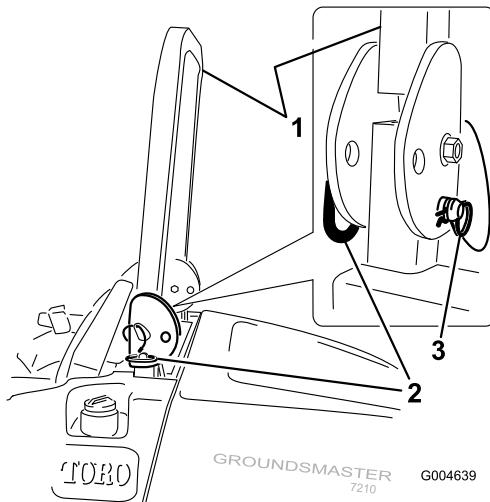

Bild 11
- Nehmen Sie zum Absenken des Überrollbügels die Splints ab, drücken Sie den Überrollbügel nach vorne gegen die Federn und nehmen Sie die beiden Stifte ab (Bild 11).
- Setzen Sie die zwei Stifte ein und befestigen Sie diese mit den zwei Splints (Bild 11).
- Nehmen Sie zum Aufrichten des Überrollbügels die Splints ab und entfernen Sie die beiden Stifte (Bild 11).
- Richten Sie den Überrollbügel ganz auf und setzen Sie die beiden Stifte ein. Befestigen Sie die Stifte mit den Splints (Bild 11).